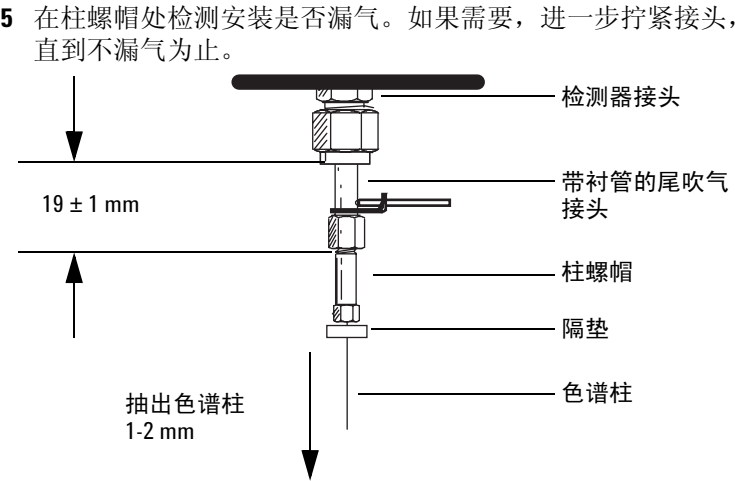

图 38 在 ECD 安装测试柱
用图 38 作为连接指导：
- 4 将柱拉出 1 mm。如图 38。用板手将螺帽再拧紧 1/4 圈，柱应不能移动。